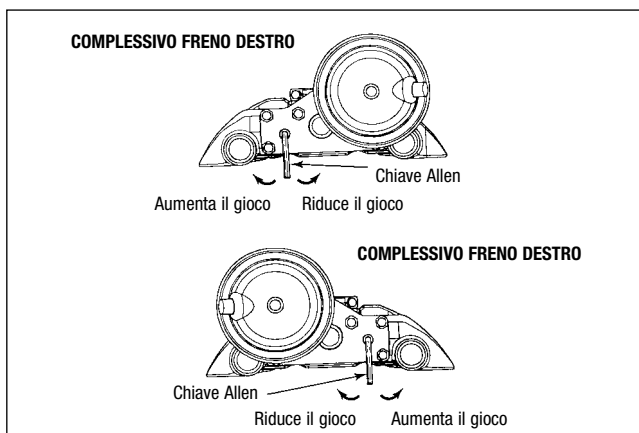

FIG. 14a
15. Per regolare l'iniziale gioco della pinza, regolare la pinza riducendo a zero il gioco fra pinza e rotore (vedere la Fig. 14a per la direzione di regolazione). Controllare che la piastra di carico sia a pieno contatto con la piastra di appoggio della pastiglia. Ora retrocedere il freno di **sette scatti** per impostare il gioco iniziale.